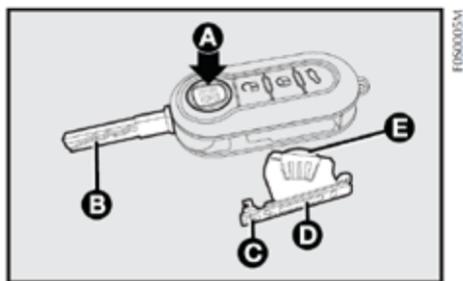

fig. 4
- apretar el botón A-fig. 4 y colocar el encaje metálico (B) en la posición de apertura;
- utilizando un destornillador de punta fina (no suministrado), girar el dispositivo de apertura (C) y retirar la caja de la batería (D);